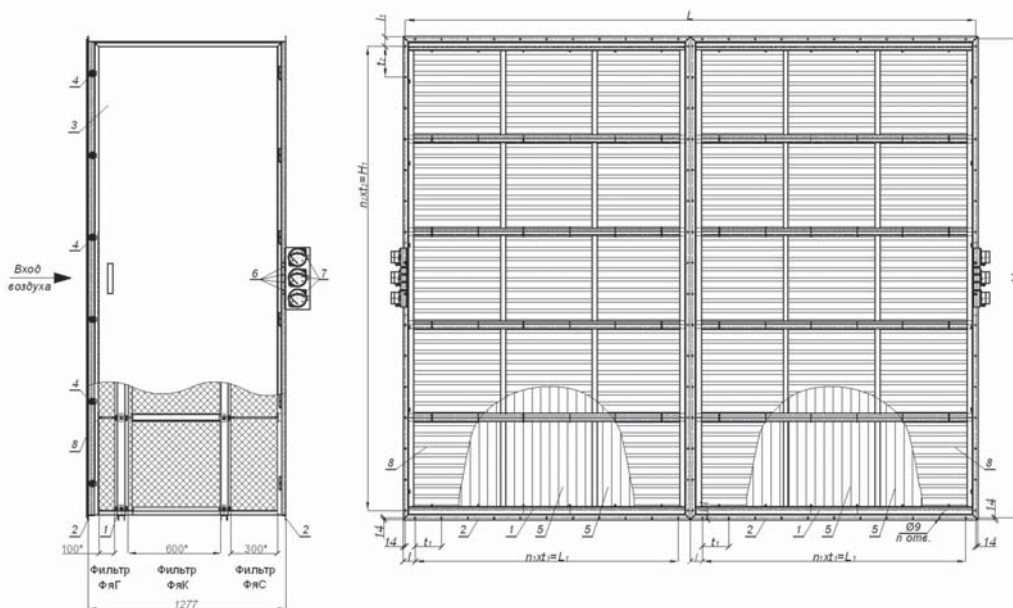

Рис. 2 Схема секции воздушных фильтров SSF-V3-2/6x5
Секция воздушных фильтров SSF-T3-2-2/6x5 (см. рис. 2) оснащена 8 штуцерами (6), по четыре с каждой стороны, для контроля сопротивления в каждой половине секции (SSF-T... 2/3x5) с помощью шести дифманометров. На практике достаточно вести контроль только в одной половине, т.к. при равномерном распределении воздуха на входе запыление фильтров (увеличение сопротивления) происходит равномерно в обеих половинах.
На рис. 2 показана секция воздушных фильтров SSF-V3-2/6x5, состоящая из 2-х секций SSF-V3-2/3x5, соединяемых при монтаже. Обслуживание секции и замена фильтров осуществляется через двери, расположенные с двух сторон.